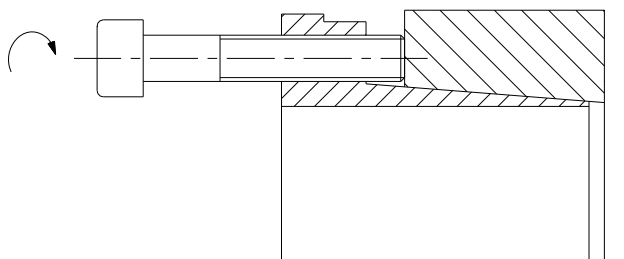

Bild 7: Lösen des Spannsatzes KTR 200
- Spannschrauben in die Abdrückgewinde des Innenringes (Bauteil 2) einschrauben (siehe Bild 7 und 8).